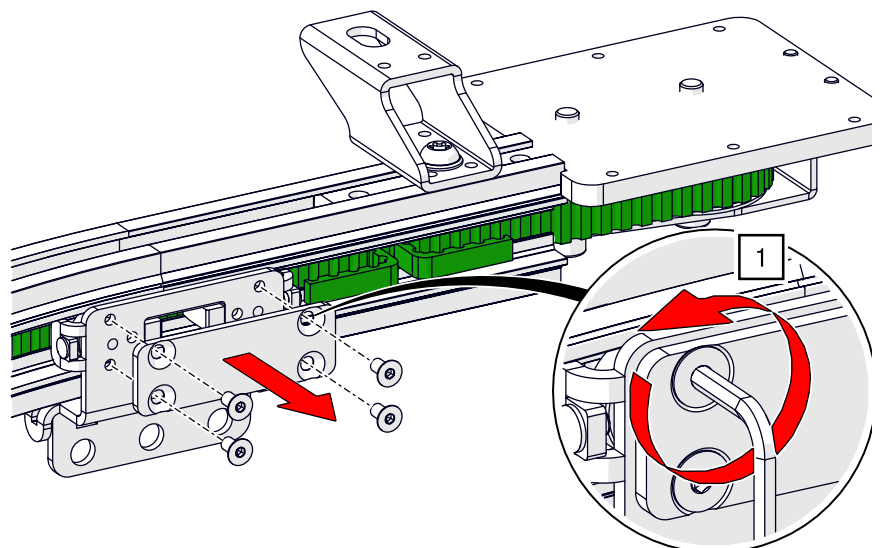

Abb. 83: Zahnriemenmontage – Klemmplatte am Zugwagen lösen
- Lösen Sie die Klemmplatte am Zugwagen mit einem ISK SW 4 (siehe Abb. 83).